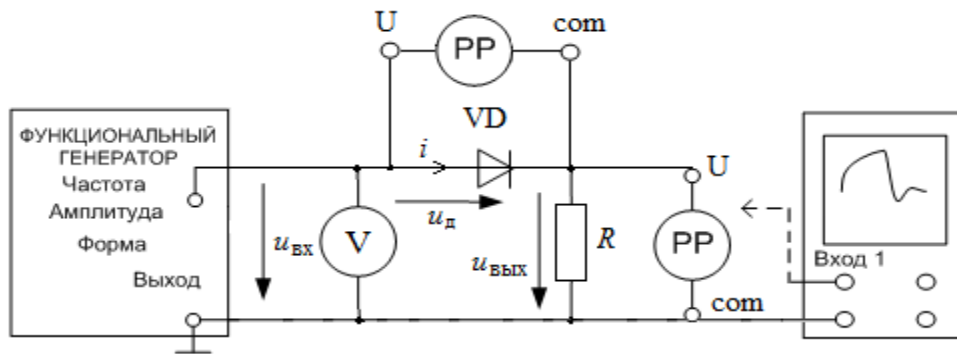

Рис. 1П
- Собрать цепь по схеме рис. 1П протокола измерений, проверить собранную цепь в присутствии преподавателя. Регулятором **Амплитуда** модуля **ФУНКЦИОНАЛЬНЫЙ ГЕНЕРАТОР** установить действующее значение напряжения $U=7$ В. Установить величину балластного сопротивления R в блоке **МОДУЛЬ РЕЗИСТОРОВ** в соответствии с данными табл. 1.
1. Как изменятся показания приборов и кривые мгновенных значений для схемы на рис. 1П, если нелинейный элемент подключить в обратном направлении?
2. Как изменятся показания приборов и кривые мгновенных значений для схемы на рис. 1П, если частоту входного напряжения увеличить в два раза?
3. Как изменятся показания приборов и кривые мгновенных значений для схемы на рис. 1П, если действующее значение входного напряжения увеличить в два раза?